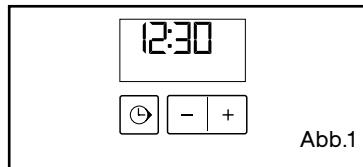

Abb.1
Der Funktionswahlschalter muss sich in Position 0 (Abb. 1) befinden.
- Der Programmierer darf nur die Uhrzeit anzeigen; diese darf nicht blinken (Abb. 1).